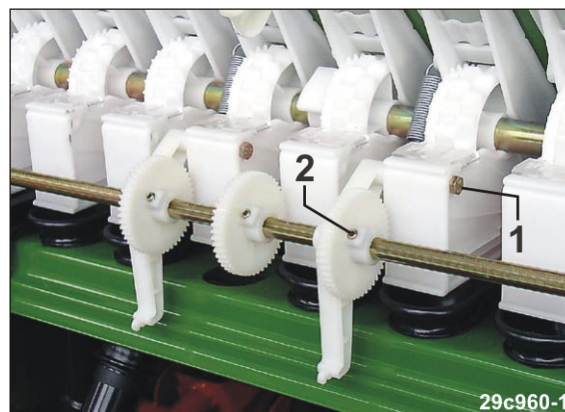

Fig. 248
4. Fjerne skruene (Fig. 248/1).
5. Løsne unbrakoskruene (Fig. 248/2).